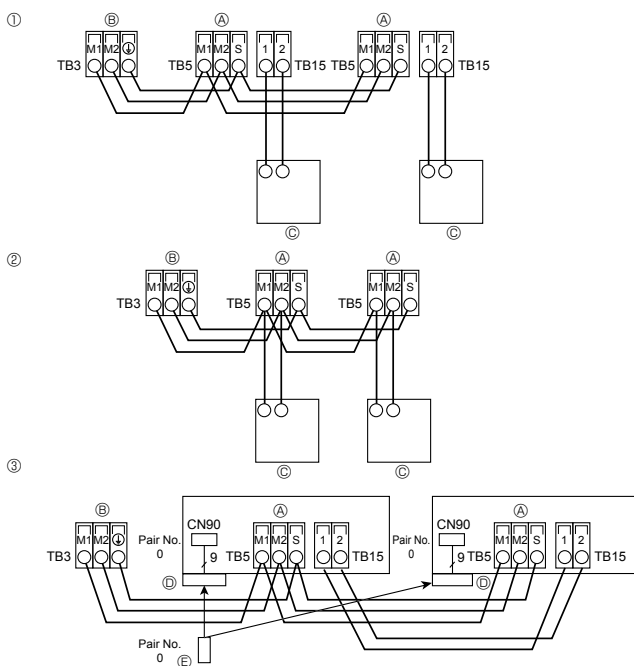

Fig. 4-3
4.4. Collegamento del comando a distanza e dei cavi di trasmissione delle sezioni interne ed esterne (Fig. 4-3)
- ① Comando a distanza MA
- ② Comando a distanza in rete
- ③ Comando a distanza wireless (durante l'installazione del ricevitore di segnali wireless)